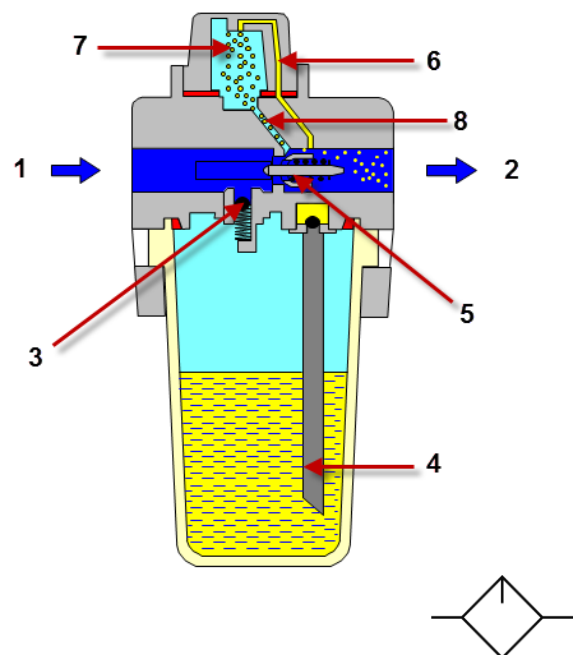

Fig. 18.
De olienevelaar (Fig. 18) werkt als volgt: de perslucht gaat praktisch ongehinderd van ingang (1) naar uitgang (2). In de vernauwing rond de regelklep (5) ontstaat een hogere luchtsnelheid en dus automatisch een drukval (venturiprincipe). Deze drukval zorgt ervoor dat olie uit het reservoir via de stijgbuis (4) en het kanaal (6) wordt aangezogen naar kamer (7).